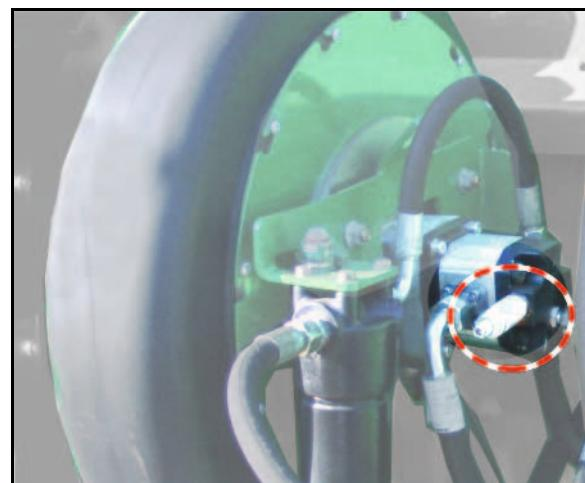

Рис. 84
Логарифмический диск имеет три шкалы: внешней шкалы белого цвета (Рис. 84/1) для всех норм высева свыше 30 кг/га и внутренней шкалы белого цвета (Рис. 84/2) для всех норм высева ниже 30 кг/га. На средней, цветной шкале (Рис. 84/3) указаны положения редуктора от 1 до 100.
- Значение нормы высева – **125 кг/га** (Рис. 84/A) и положение редуктора – **50** (Рис. 84/B) устанавливаются на логарифмическом диске друг над другом.
- Теперь с помощью логарифмического диска узнайте значение положения редуктора для нужной нормы высева **175 кг/га** (Рис. 84/C). На нашем примере положение редуктора равно **70** (Рис. 84/D).